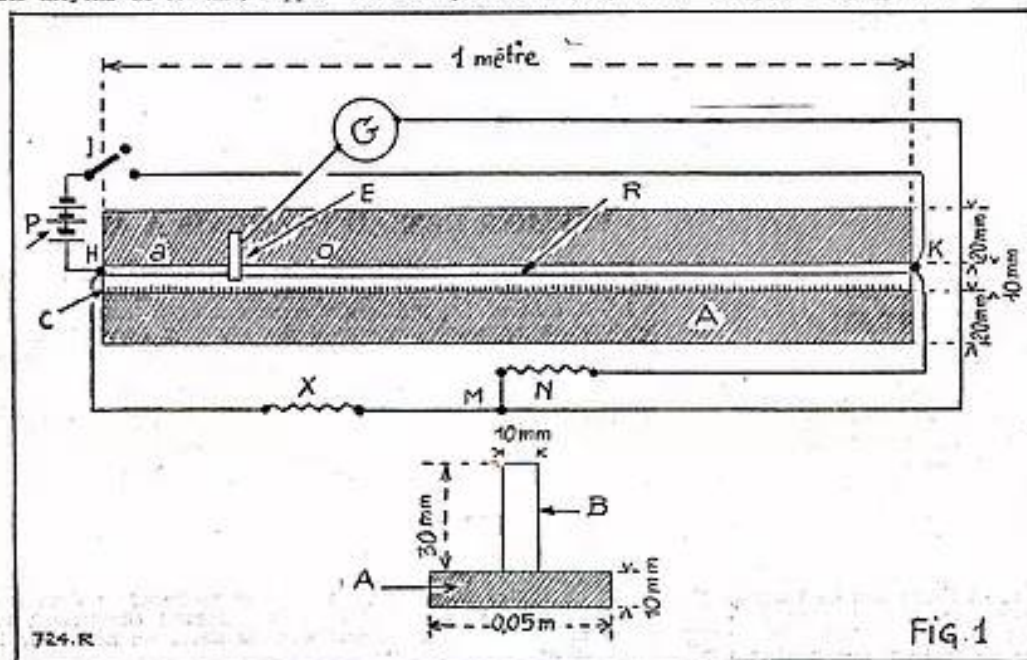

Fig. 1
tous courants : UCH 41-UAF 41-UL 41-UY 41. La figure 1 montre le schéma de ce montage Reflex.
TURIÈRE (C) (fig. 1). Exactement à chacune des extrémités du centimètre en question, on fixe une petite bande de cuivre (H et K), sur la planchette (B), à l'aide de petites vis à bois.
L'APPAREIL MONTE (figure 1)
La tension vidéo-fréquence nécessaire pour moduler à fond le tube cathodique (c'est-à-dire faire apparaître sur l'écran le maximum de contraste entre les blancs et noirs sans les écraser varie généralement entre 15 et 60 volts, voir figures 1 et 2.